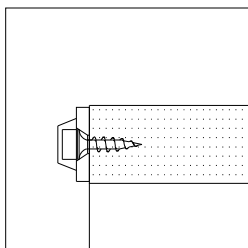

Figure 1
Utilisez un foret de 3/32 po pour percer des avant-trous dans le meuble aux « emplacements des vis ». Utilisez les DEUX (2) vis courtes pour fixer le support du meuble. Ce support peut être installé à la verticale ou à l'horizontale, au besoin (voir la Figure 1).